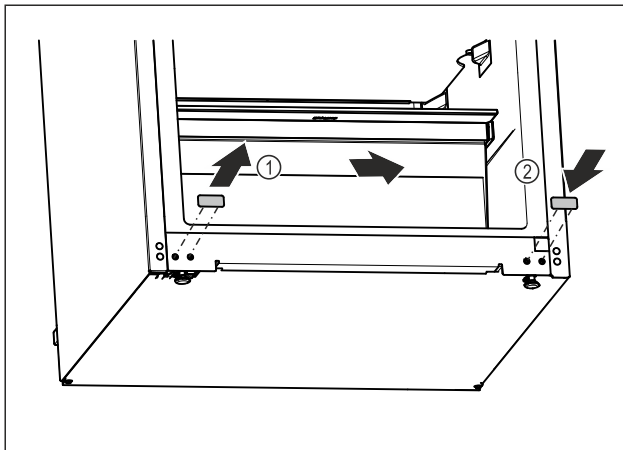

Fig. 16
- ▶ Trek de afdekdop eruit. Fig. 16 (1)
- ▶ Plaats de afdekdop aan de andere kant. Fig. 16 (2)